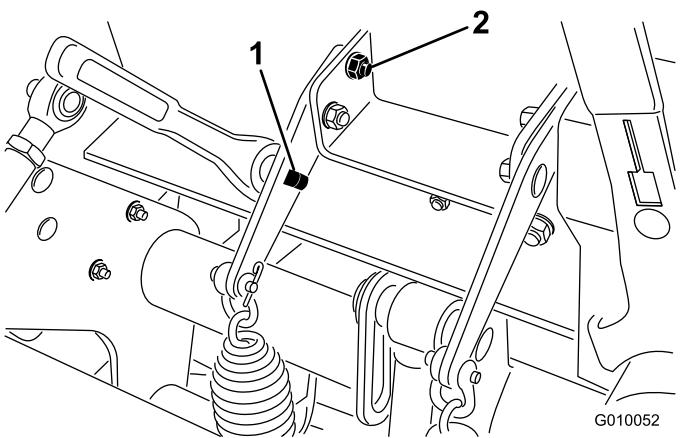

Figure 38
3. Insérez un manche à rochet de  $\frac{1}{2}$  pouce ou une barre de levier dans le trou carré du support de ressort (Figure 38).